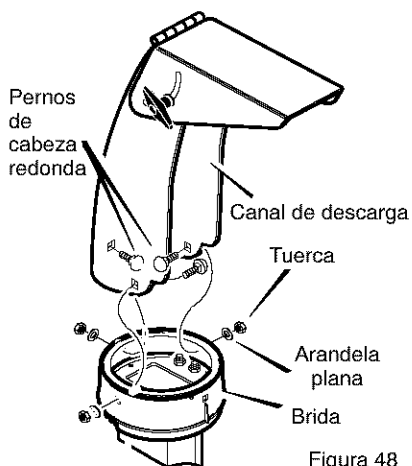

Figura 48
2. Coloque el **canal de descarga de nieve** en la parte interior de la **brida** y alinee los tres agujeros del **canal de descarga** con los agujeros de la **brida** del canal de descarga. (Vea la Figura 48).